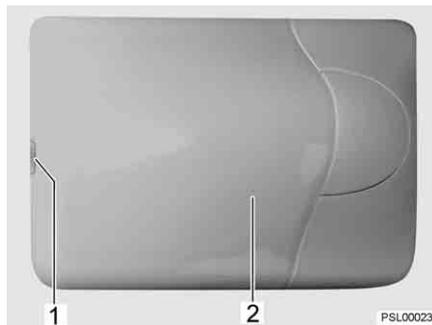

Fig. 53 Plafoniera
- Sollevare e rimuovere con precauzione la copertura (Fig. 53,2) con l'ausilio di un utensile appropriato (p. es. un cacciavite) agendo sull'intaglio (Fig. 53,1).